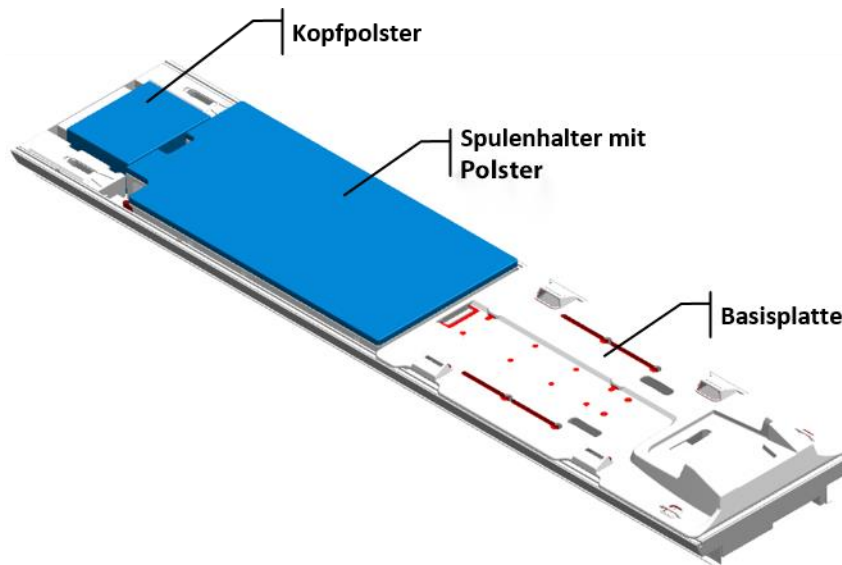

Abbildung 12: Platzierung von Basisplatte, Spulhalter mit Polster und Kopfpolster auf dem MRT-Tisch
- Spulenhalter und Patientenpolster (*Abbildung 12*)
2. Legen Sie das Kopfpolster in die Tasche am Kopf des MRT-Tisches (*Abbildung 12*).